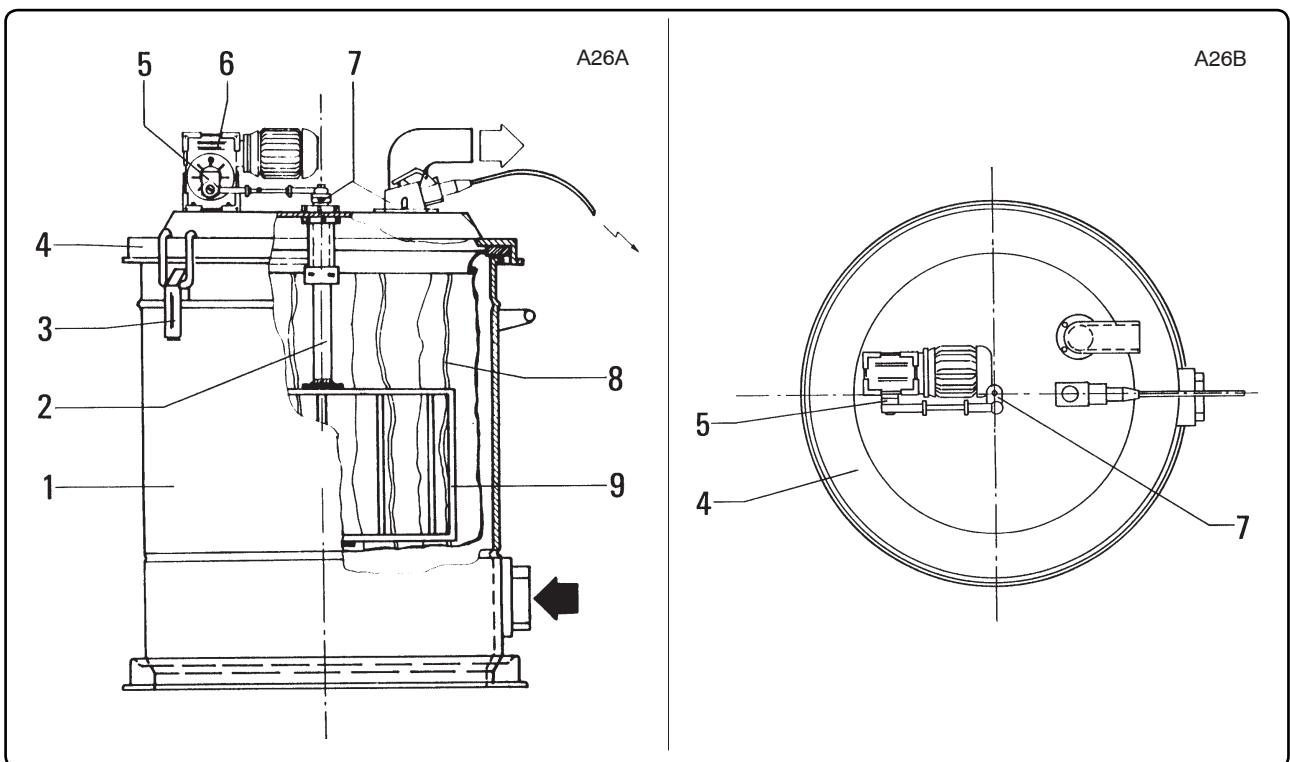

Fig. 6.4.7
6.4.7 - Scuotifiltro elettrico (fig. 6.4.7)
6.4.7 - Electric filter shaker (fig. 6.4.7)
6.4.7 - Secoueur de filtre électrique (fig. 6.4.7)
6.4.7 - Elektrischer Filterrüttler (Abb. 6.4.7)